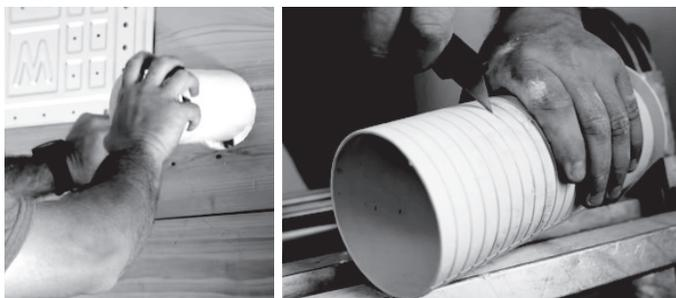

Fig. 5.6
3. Inserte la manga protectora de la pared a través del orificio de la pared interior, observando la cantidad que sobresale de la pared exterior. Luego, recorte el exceso con una navaja multiusos o una sierra para que quede al ras con la pared exterior (**Ver la Fig. 5.6**). Luego, vuelva a insertar la manga del orificio de la pared por última vez.